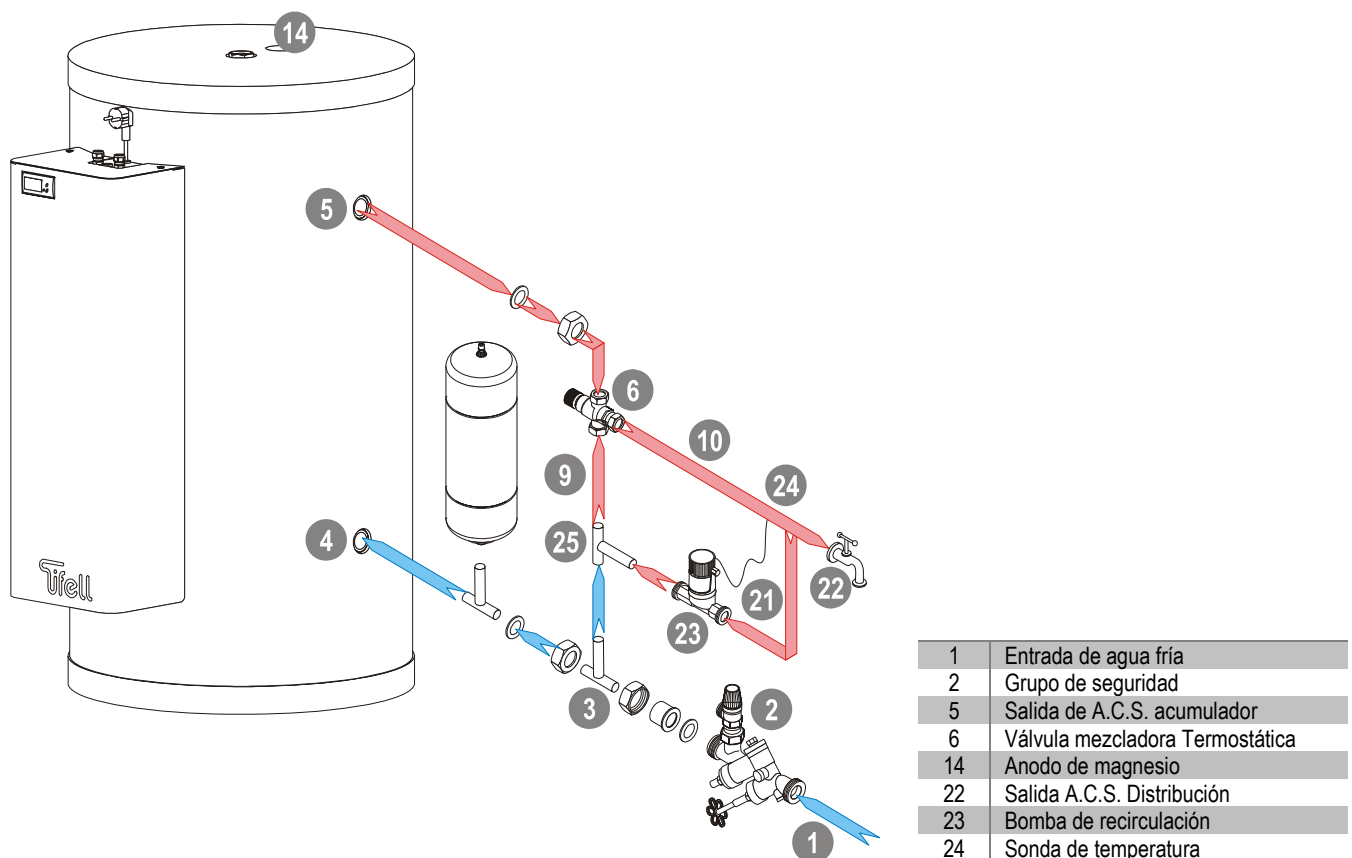

Figura 5
Las conexiones del agua fría de la red y del agua caliente con el acumulador se realizarán cumpliendo la normativa correspondiente al lugar de la aplicación. Se recomienda la conexión del agua sanitaria de acuerdo con la Figura 5.
De acuerdo con la normativa vigente, la conexión del agua fría de red con el acumulador [1; Figura 5] está compuesta de un grupo [2: Figura 5] con un grupo de válvula de seguridad y válvula de retención.
-  **Es recomendable la instalación de una válvula mezcladora termostática [6; Figura 5], puesto que en verano las temperaturas del agua caliente pueden alcanzar temperaturas altas a la salida del acumulador [5; Figura 5]. La temperatura de salida en los puntos de consumo no puede ser superior a 60°C. No olvidar la instalación del vaso de expansión.**
La bomba de recirculación [23; Figura 5] debe ser regulada en función de la temperatura del agua en el punto del lazo más lejano del último grifo
Para facilitar el llenado del circuito de ACS se debe soltar el tapón porta ánodo [14; Figura 5] con el fin de facilitar la salida del aire.
⚠ El tapón porta ánodo no está sellado de fábrica, para efectuar la purga en el llenado inicial. Una vez finalizada la operación de llenado se debe sellar con estopa o teflón [14; Figura 5].